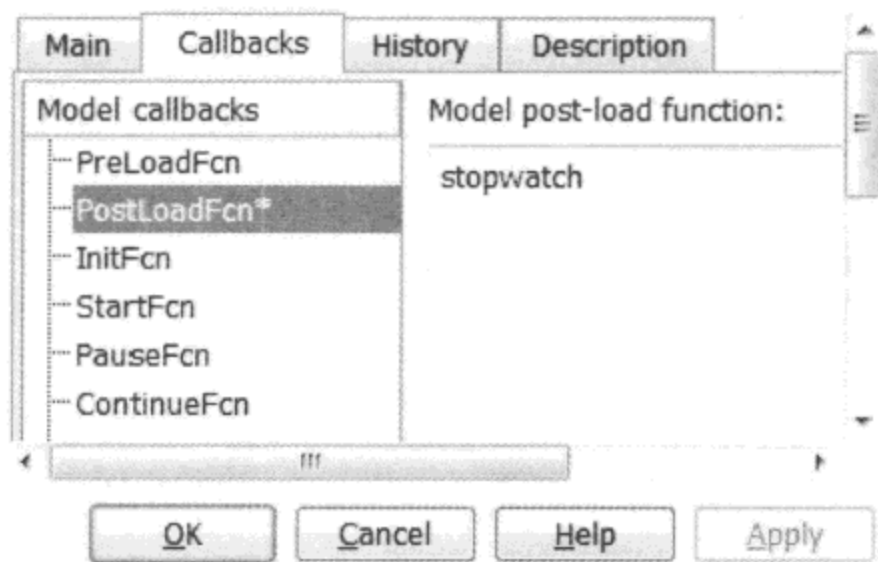

图 3.7.20 Callbacks 选项卡
(9) 选择 Simulink 模型窗口的菜单项 File→Model Properties,在 Callbacks 选项卡的 PostLoadFcn 条目,添加文字 stopwatch,如图 3.7.20 所示。这样重新打开模型窗口时,GUI 界面即可自动打开。